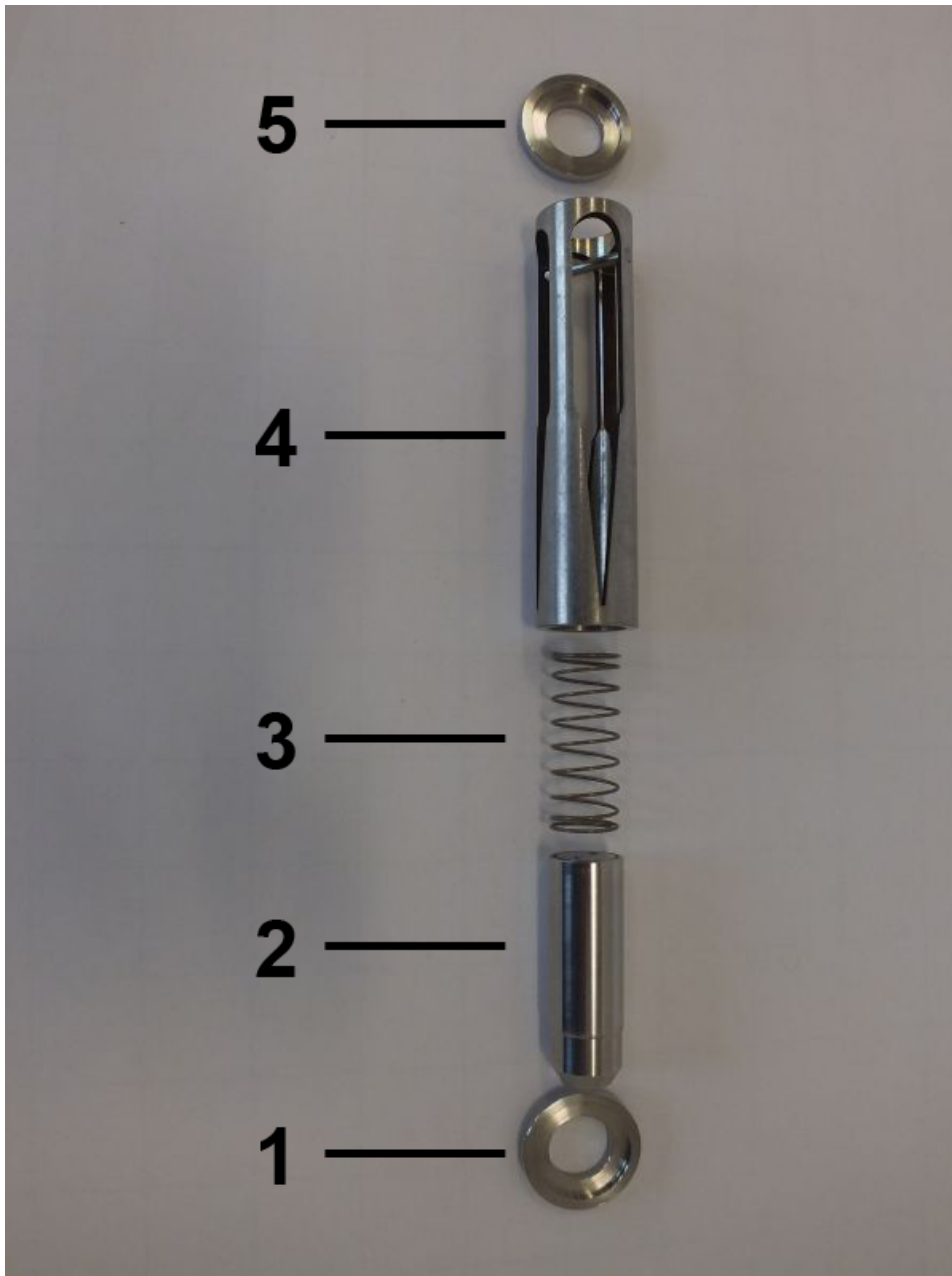

Abb. 45: Innenteile DUM
5. ➤ Zentrierscheibe (Eingang) (Abb. 45/1), Schwebekörper (Abb. 45/2), Feder (Abb. 45/3), Schlitzdüse (Abb. 45/4) und Zentrierscheibe (Ausgang) (Abb. 45/5) als Innenteile des Strömungswächters